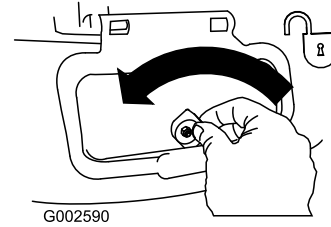

Figure 28
1. Unlock the side-discharge door (Figure 28).